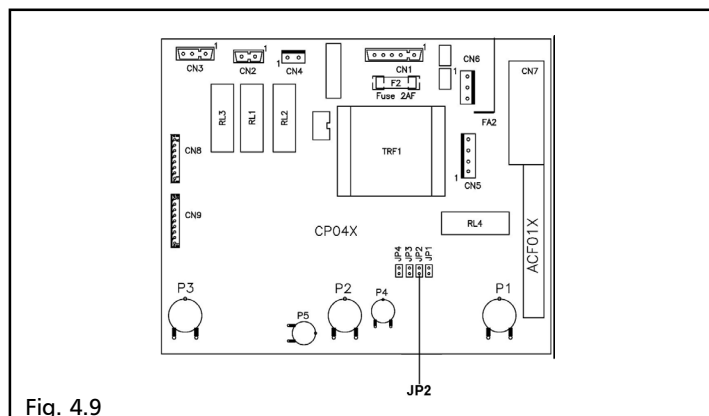

Fig. 4.9
- Ruotare in senso orario il selettore temperatura acqua riscaldamento al (D) che rendono accessibili i jumper
- Togliere se presente il jumper JP2 (fig. 4.9)